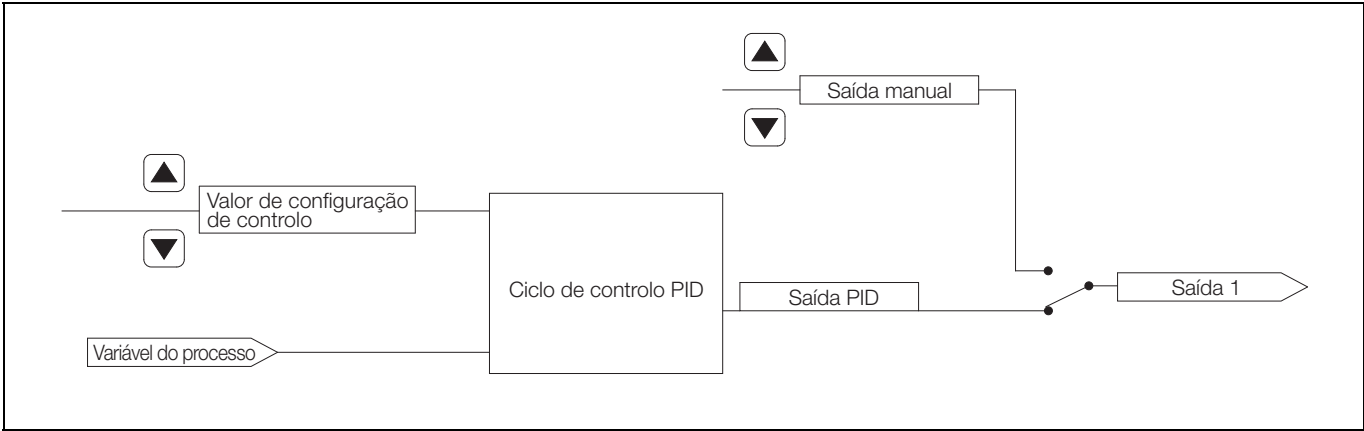

Fig. B.1 Controlo PID único
B.1 Controlador PID único – Fig. B.1